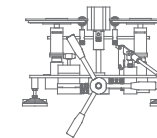

Рис. 3 — стр.8
- установите ИПС с цилиндром на стойку ИПС и подтяните гаечным ключом с небольшим усилием, закрутите запорный вентиль 33 (*рис. 3*) специсполнение;